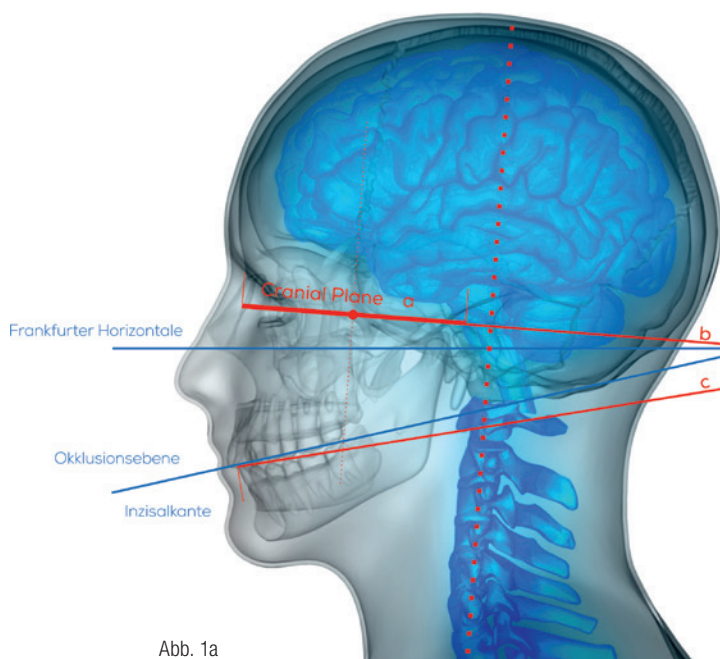
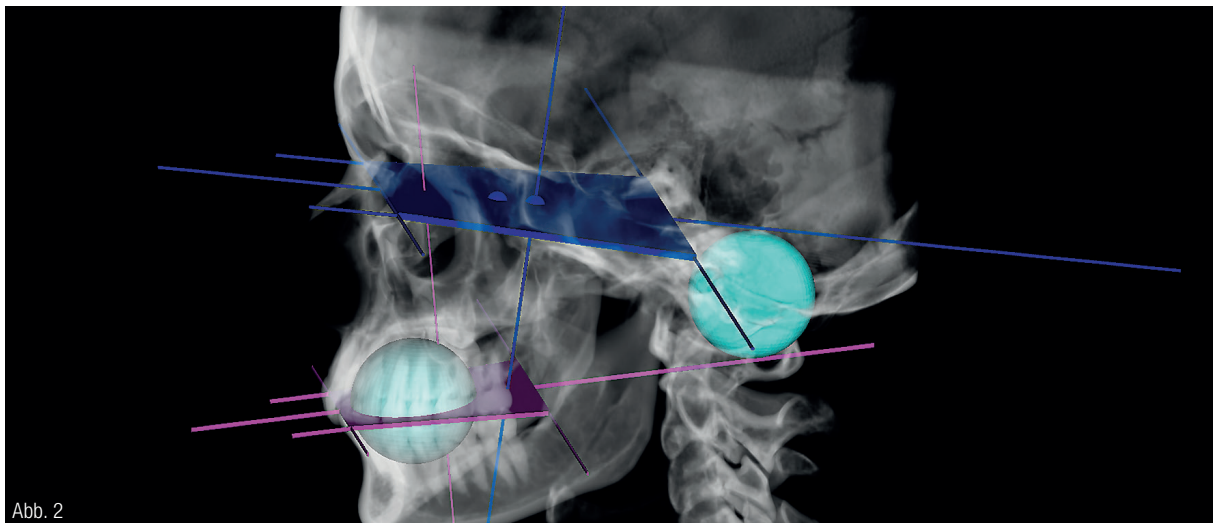
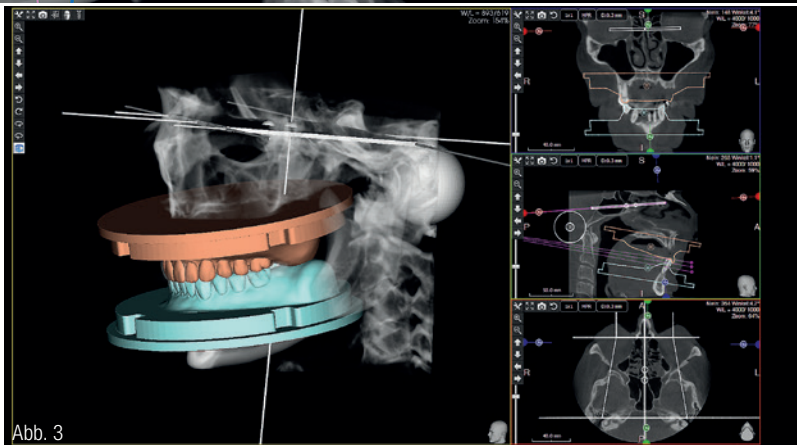
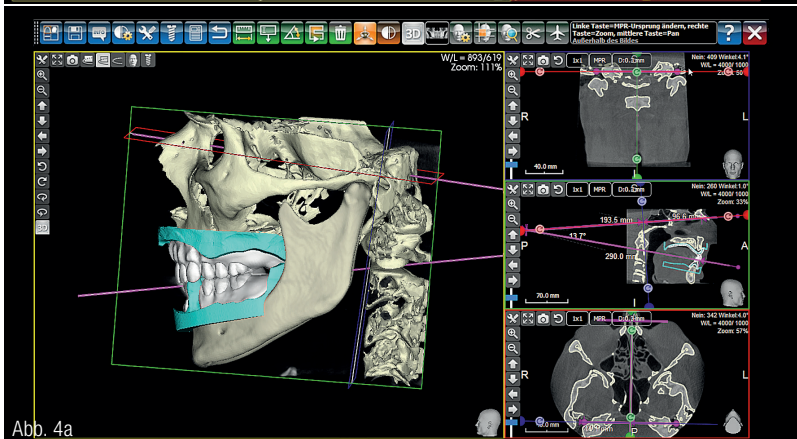

Abb. 1a
Abb. 2
Abb. 3
Abb. 4a
Abb. 1a und b: Die Sinnesorgane dienen mit ihren Eintrittspunkten in das Humansystem als anatomische Referenzpunkte.
organe am Ort ihrer sensorischen Aufnahme, also an den Eintrittspunkten in das Humansystem verwendet und miteinander verbunden (Abb. 1a und b). Aus diesen definierten anatomischen Referenzpunkten im Schädel des Menschen lässt sich eine Bezugsebene – die Cranial Plane (CP; Abb. 2) – ableiten. Diese Ebene kann zur Kalibrierung und Referenzierung aller medizinischen Therapieverfahren, sowohl zahnmedizinisch als auch humanmedizinisch herangezogen werden und erlaubt es dem Mediziner, Wissenschaftler und Techniker von definierten Referenzpunkten und Referenzebenen aus genaue und reproduzierbare Messungen durchzuführen. Das ist der
Abb. 2: Ableitung der Cranial Plane (CP) als Bezugsebene aus den anatomischen Referenzpunkten. **Abb. 3:** Positionierung der virtuellen Prothesenblanks nach dem CranioPlan®-Verfahren. **Abb. 4a und b:** Integration der Restbezahnung in die nach dem Verfahren CranioPlan® geplante Prothese.
Auf der Basis der Analyse des 3D-kephalometrischen CranioPlan®-Verfahrens (Abb. 2) erfolgt die Festlegung der Referenzpunkte im Bereich der Augen und des Innenohrs und daraus resultierend die Festlegung der CP. Die Festlegung der Okklusionsebene erfolgt in einem durch die Analyse bestimmten Winkel eindeutig zur CP. Unter Berücksichtigung dieser Vorgaben erfolgt nun die Positionierung der virtuellen Prothesenblanks BDLoad® in der DVT-Aufnahme (Abb. 3). BDLoad® ist ein Fräsrohling, in dem die Zahnreihen in funktioneller, ästhetischer Aufstellung bereits integriert sind. Die jetzt perfekt anatomisch positionierten STL-Daten der BDLoad® und die Daten der jeweiligen Kieferabformungen werden dann aus der Software 3Diagnosys® exportiert und in eindeutiger geometrischer Zuordnung in das Konstruktionsprogramm BDCreator® PLUS importiert und dort digital weiterverarbeitet (Abb. 4). Das Ergebnis ist die fertige digitale Prothese, welche dann in einer Fräseinheit produziert, analog nachgearbeitet und eingegliedert wird (Abb. 5 und 6).